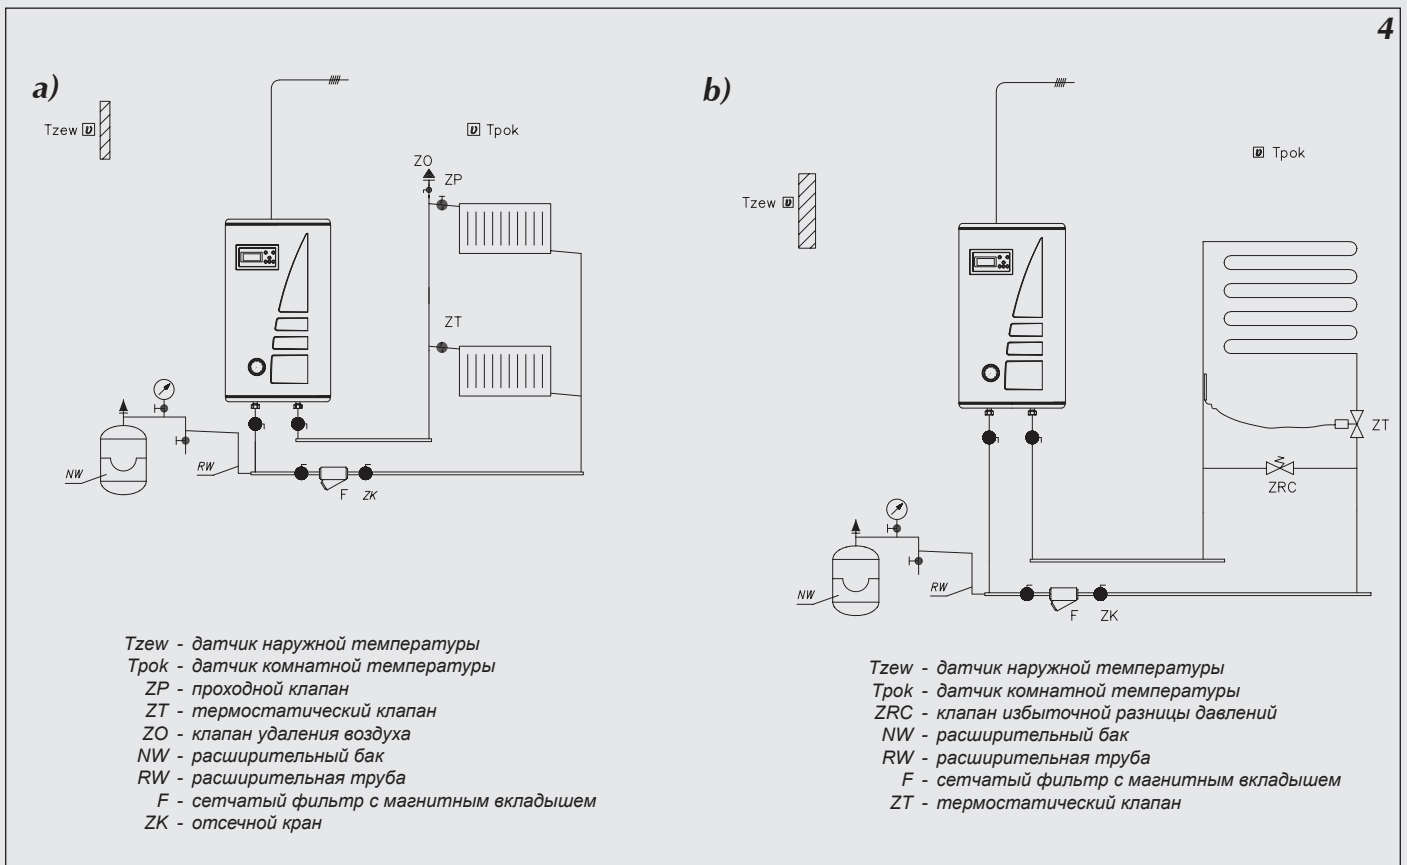
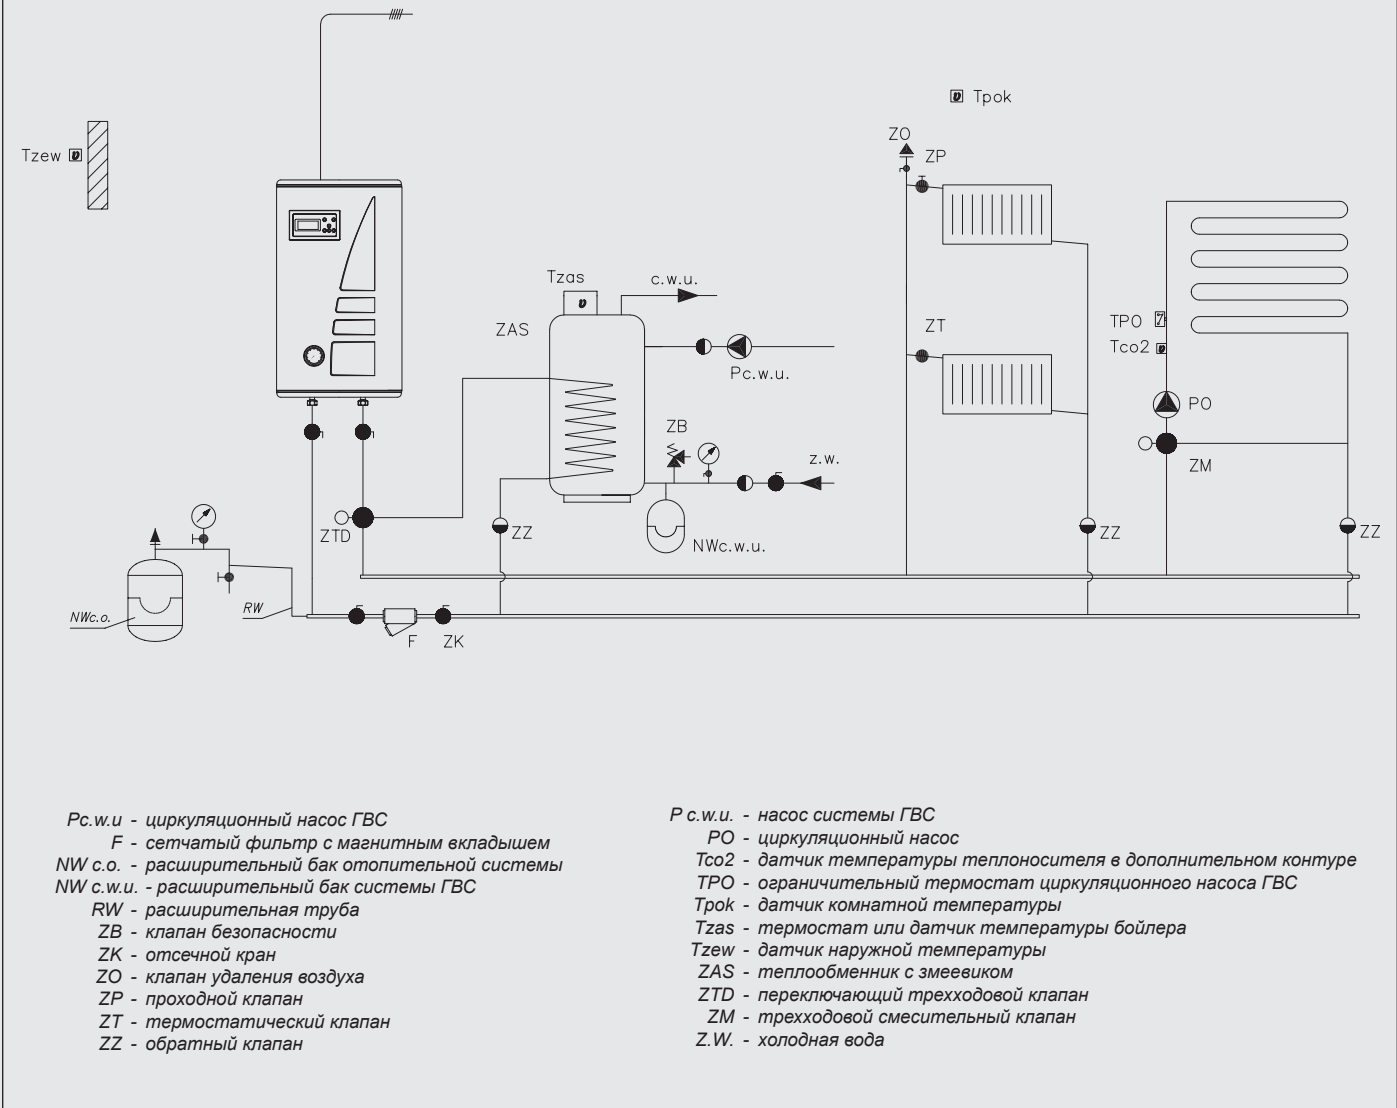

Рис.4 Примерная схема отопительной системы с котлом ЕКСО.М1z
Рис.5 Примерная схема отопительной системы с котлом ЕКСО.М1z – радиаторы, обогрев теплых полов, бойлер косвенного нагрева.
2. Подключить котел к отопительной проводке, оснащенной отсечными кранами (рис.4 и рис.5).